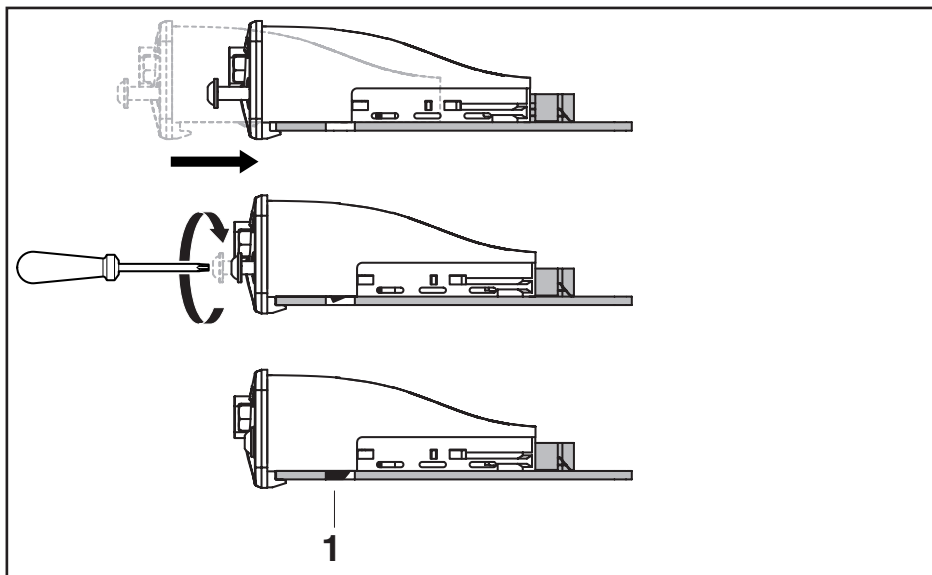

Fig. 3: Funcionamiento del enclavamiento
3. Apretar los tornillos torx frontales hasta que el panel frontal quede enrasado. Enroscando el tornillo se fija la placa de circuitos impresos. Hasta que el módulo de interfaz no está firmemente atornillado, el enclavamiento no encastra por completo (véase la fig. 3).